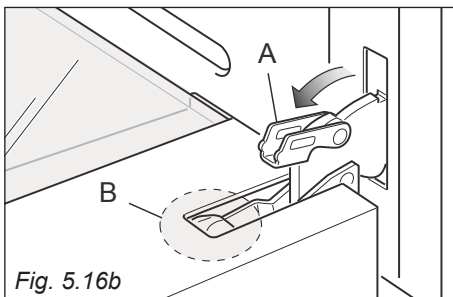
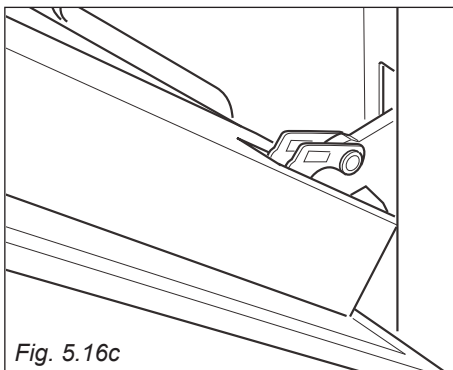

Fig. 5.16b
Fig. 5.16c
- Aprire completamente la leva "A" delle cerniere destra e sinistra (fig. 5.16b).
- Socchiudere dolcemente la porta (fig. 5.16c) fino a quando le leve "A" delle cerniere destra e sinistra si agganciano alla parte "B" della porta (fig. 5.16b).
1. Assicurarsi che la porta sia bloccata aperta (vedere fig. 5.16c).